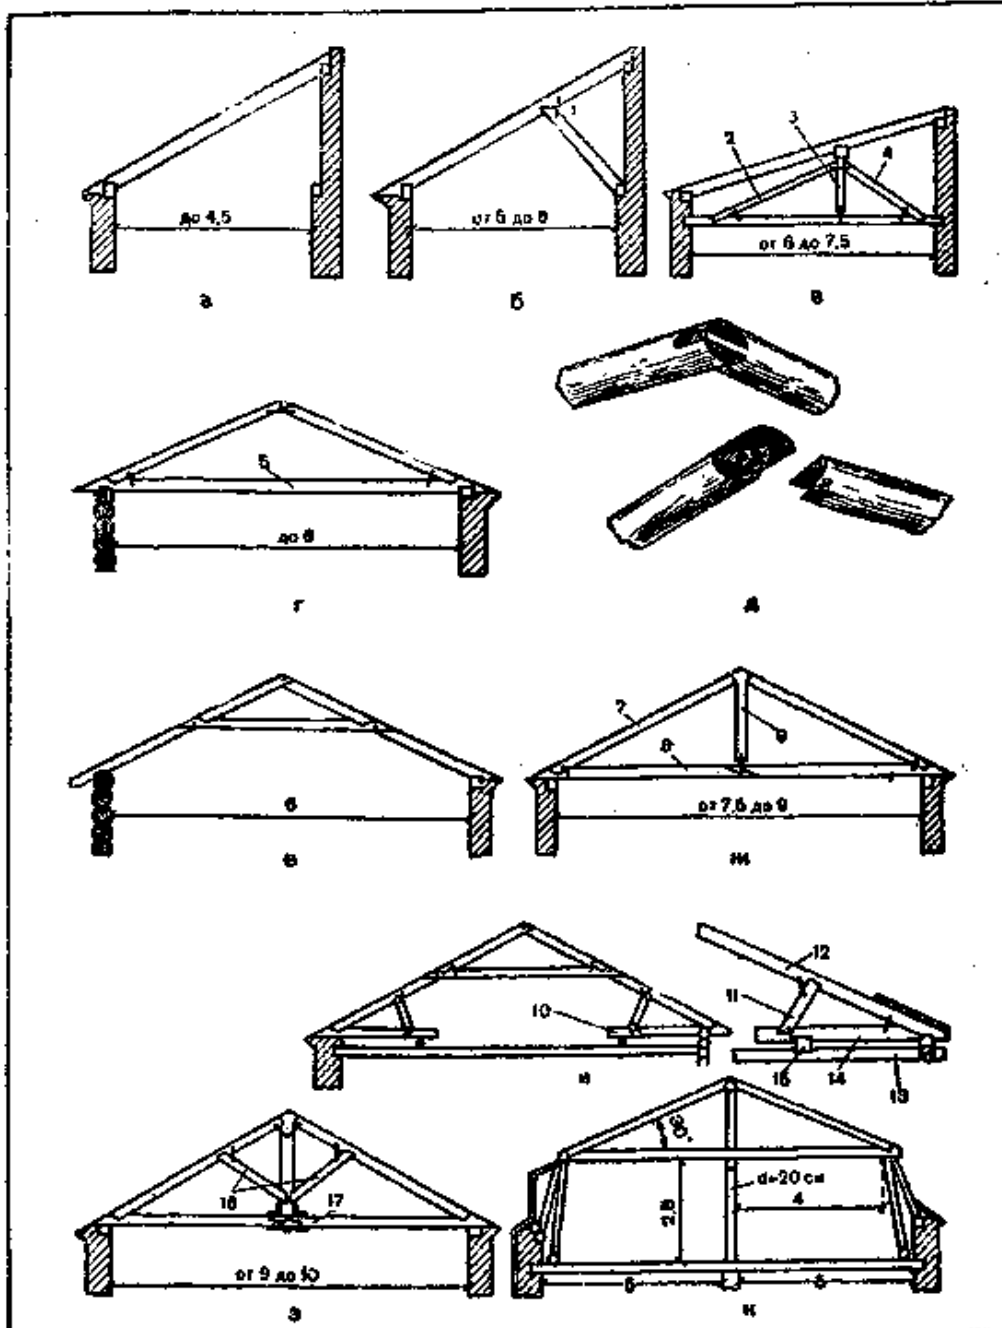

Рис. 152. Типы стропил и ферм (размеры в м):
Устанавливают или отдельные наклонные стропила, или фермы разной формы и размеров (рис. 152). В нешироких по размеру домах устанавливают наклонные или висячие стропила из дерева, металла, железобетона.
Наклонные стропила на односкатных крышах опираются своими концами на две наружные или на наружную и внутреннюю опоры. Пролет между опорами может достигать 4,5 м (рис. 152, а). При пролете от 5 до 6 м под стропила ставят подкосы (рис. 152, б), а при большем пролете между опорами устанавливают шпренгель (рис. 152, в).
Висячие стропила устанавливают обычно в больших пролетах. Нижние концы их опираются на стены, а верхние сходятся в коньке друг с другом. Могут быть простой и сложной конструкции. Простая состоит из двух стропил, упирающихся в горизонтальный брус, называемый затяжкой (рис. 152, г).
В коньке висячие стропила соединяют простым прорезным шипом или вполдерева (рис. 152, (9)). Чтобы стропила не прогибались, в них врубают ригель сквороднем вполдерева. Для прочности детали скрепляют скобами (рис. 152, е).
Стропила с бабкой и подкосами применяют обычно для перекрытия пролета шириной от 9 до 10 м (рис. 152, з).
Висячие фермы со шпалами позволяют сделать чердачное помещение более свободным. Концы шпал опираются на прогоны, уложенные по балкам. Прогоны кладут ближе к стене-опоре, т. е. к концам балок, где они меньше прогибаются. Стропила связаны с потолочными балками, что не совсем хорошо, так как на балки ложится большая нагрузка. Эти фермы перекрывают пролеты шириной до 8,5 м (рис. 152, и).
Стропила соединяют друг с другом или врубают в затяжки, мауэрлаты или в стены под острым углом. Так же врубают в стропила вспомогательные детали — бабки, подкосы и ригели (см. рис. 152).